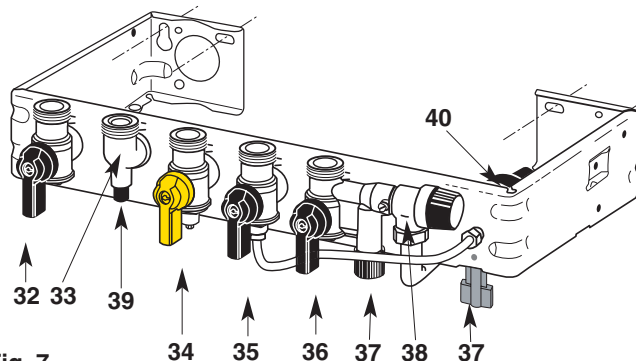

Fig. 7
Soupape de sécurité et disconnecteur (fig. 7)
- ouvrir les 2 robinets de remplissage et d'isolement **37** (fig. 7) ;